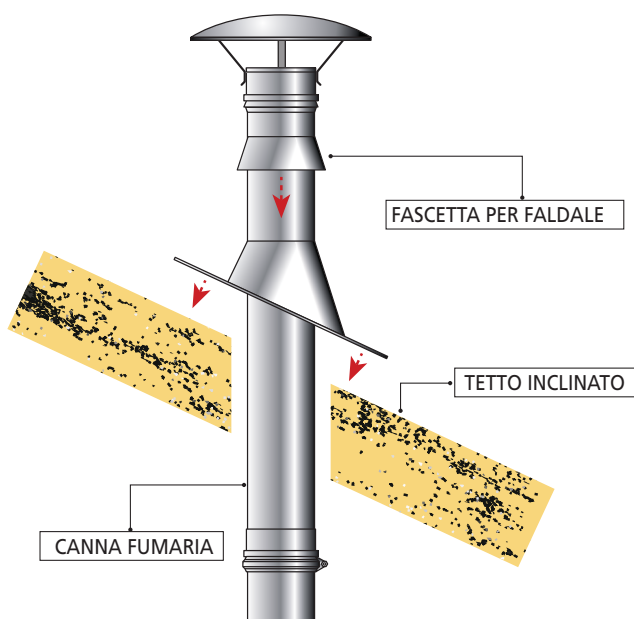

FIGURA 15A
- avvolgere l'elemento lineare e il cono del faldale con la fascetta per faldale serrando le viti e sigillando il tutto con un leggero velo di silicone (**figura 15A e figura 15B**).